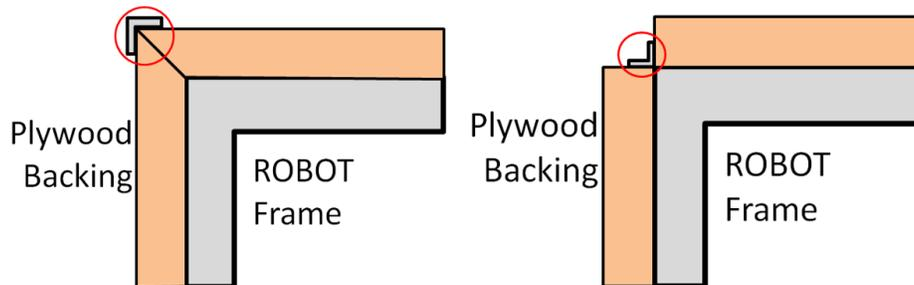

Figura 96 Secciones difíciles de la Esquinas de los PARACHOQUES
- F. se pueden utilizar abrazaderas de metal (por ejemplo, placas o escuadras de metal) para fijar entre sí los diferentes segmentos del PARACHOQUES (ver la Figura 96).